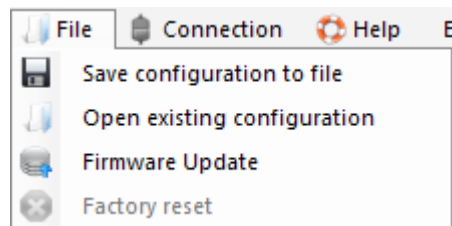

Imagen 8. Menú «Archivo»
1. El menú «**File**» (Imagen 8) permite: